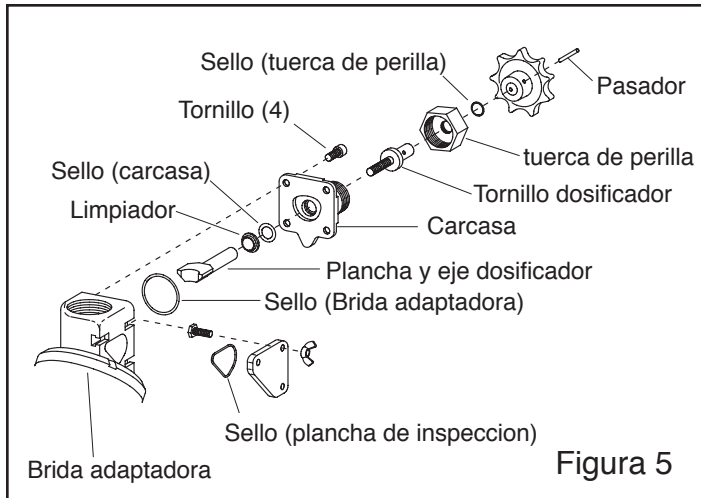

Figura 5
4.1 Ensamble de dosificación, Ref. Figura 5. Refiérase a la Sección 4.2 para dar servicio al segmento actuador de la Auto Quantum.